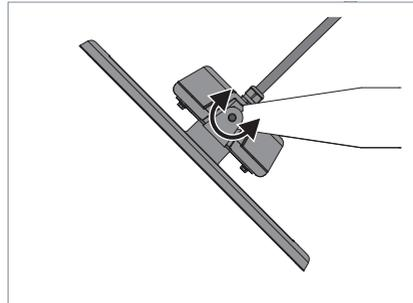

Fig. 12: Rikta in armaturen.
- ▶ Rikta in armaturen och dra åt de två skruvarna på hållvinkeln, se Fig. 12.